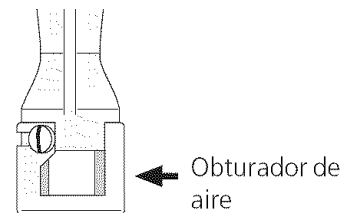

Figura 14
4. Si sea necesario de ajustar el obturador de aire, localice el obturador de aire del quemador del horno, afloje el tornillo del obturador para obtener la llama optima (vea figura 14). Debera ser completamente abierta para gas PL. Apriete el tornillo del obturador.